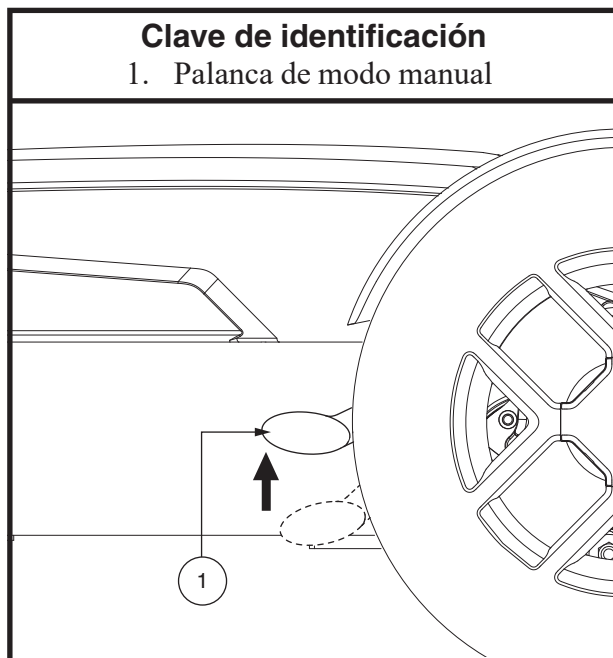

Figura 6. Modo conducción (motor activado)
2. Tire de las dos palancas hacia arriba para activar los motores (modo conducción). Ver figura 6.
2. Asegúrese de que la unidad esté en modo conducción. Ver figura 6.